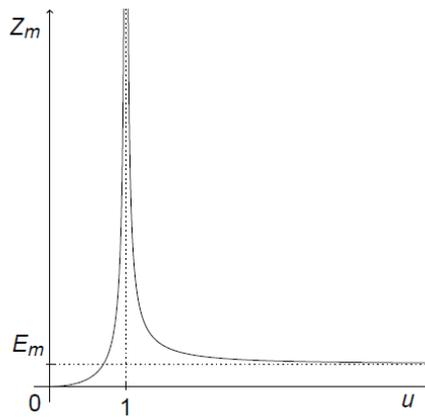

FIGURE 4 – Représentation graphique de  $Z_m(u)$ .
21. On donne la représentation graphique de  $Z_m(u)$  avec  $u = \frac{\omega}{\omega_0}$  (Figure 4). Justifier l'allure de cette courbe à partir des résultats de la question précédente.